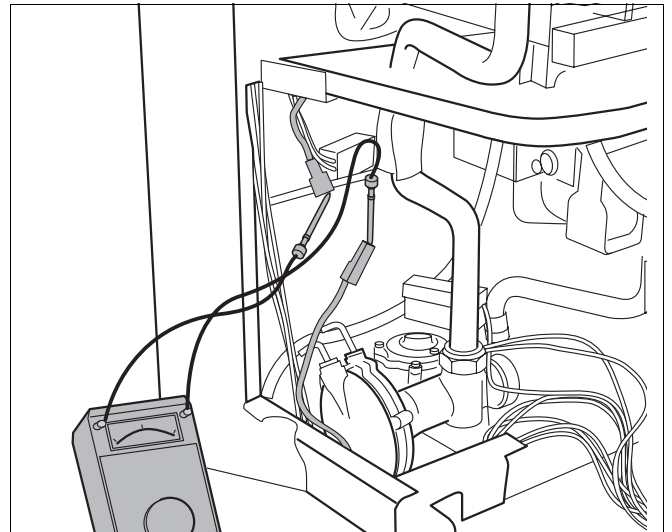

Fig. 27 Măsurarea curentului de ionizare
- Se decuplează conectorul de pe cablul spre electrodul de ionizare și se intercalează un ampermetru în circuit. Pe aparatul de măsură se selectează domeniul μA (DC) (Fig. 27).